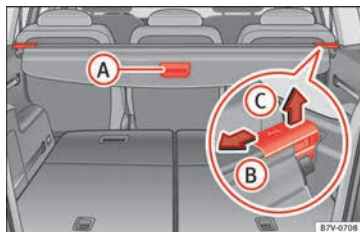

Fig. 165 En el maletero: bandeja del maletero.
- Tire de la maneta de la bandeja » » » **fig. 165**
- Desbloquee la bandeja en la dirección de la flecha » fig. 165 B.
- Presione la bandeja en el sentido que indica la flecha » fig. 165 B.
- Desbloquee la bandeja en el sentido de la flecha » fig. 165 B y levántela en el sentido de la flecha C.